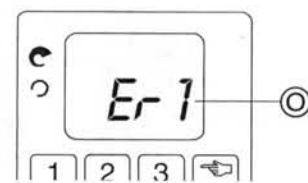

FIG. 6 ERREUR
- [O] SYMBOLE D'ERREUR – (Figure 6) Lorsque ce symbole est allumé, il indique une condition de surcharge de la base d'entraînement.